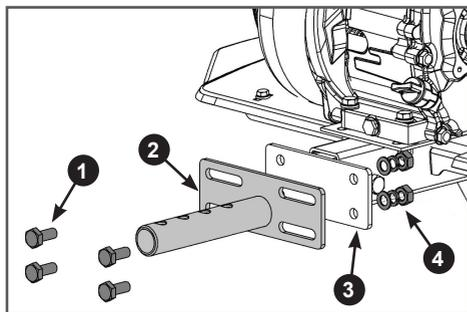

Рис. 13. Установка кронштейна для навесной роторной косилки
12. Установите кронштейн для навесной роторной косилки. Для этого совместите отверстия в кронштейне 2 и основании 3, вставьте болты 1, установите шайбы и закрутите гайки 4 (Рис. 13). При установке навесной роторной косилки необходимо ослабить затяжку болтов и гаек и, сдвигая кронштейн влево-вправо, выровнять положение шкива навесной роторной косилки относительно шкива вала двигателя.